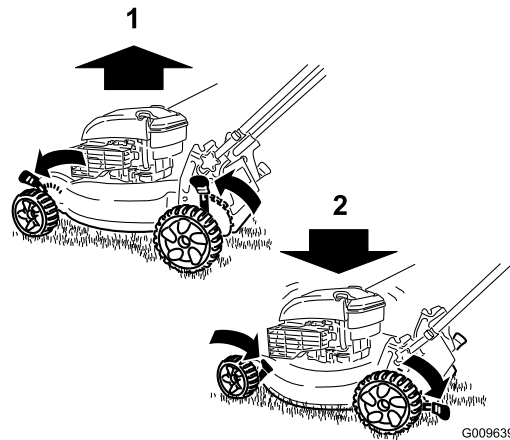

Figura 10
**Nota:** Para elevar el cortacésped, mueva todas las palancas de altura de corte hacia adelante; para bajar el cortacésped, mueva todas las palancas de altura de corte hacia atrás (Figura 10).